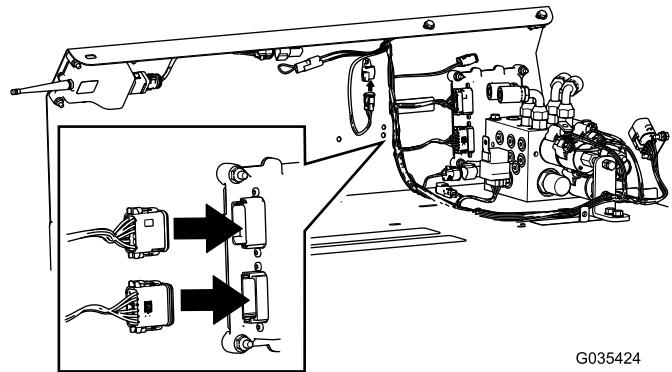

Рисунок 15
6. Вставьте соединители базового модуля в переходники базового модуля (Рисунок 15).